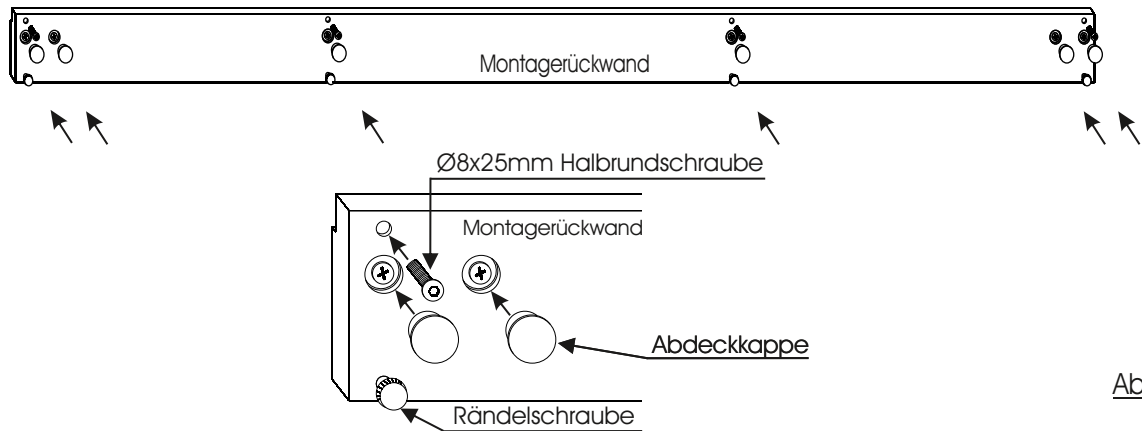
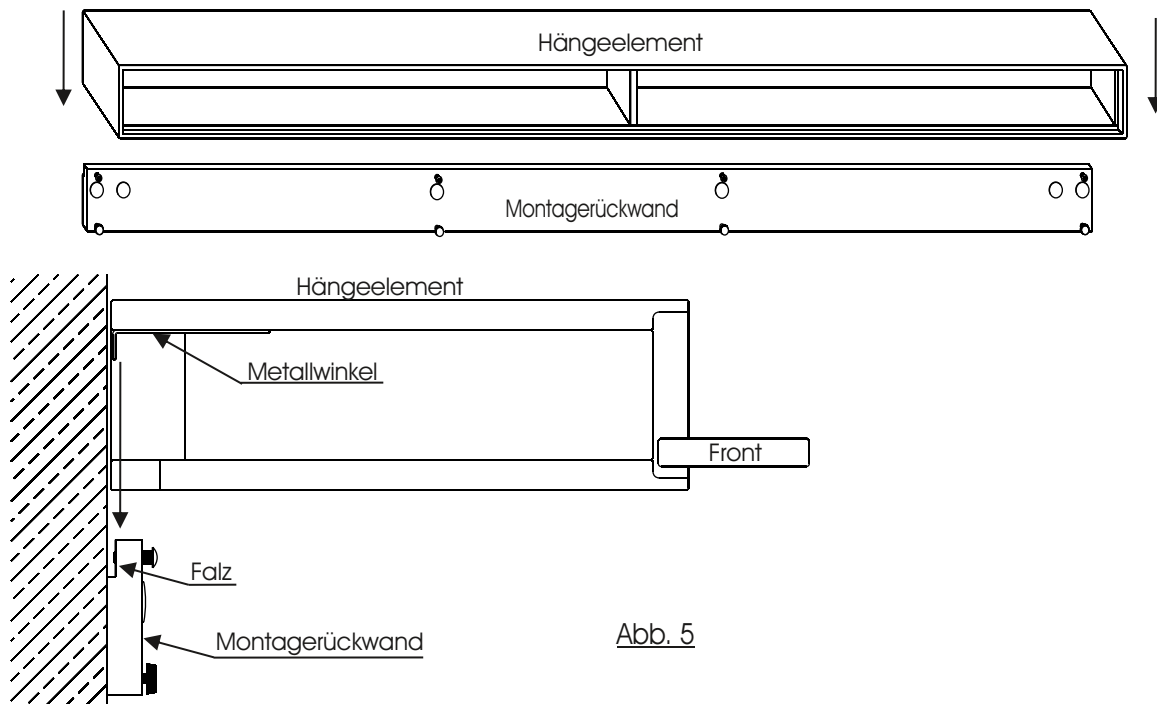

Abb. 4
Abb. 5
4. Richten Sie das Möbel durch drehen der Sockelgleiter aus. Stirnseitig positionierte Gleiter werden von außen mit der Hand gedreht. (Abb. 4) Die innenliegenden Gleiter können von Innen mit einem Sechskantschlüssel ausgerichtet werden. (Abb. 5) Falls die innenliegenden Bohrungen sichtbar sein sollten, werden Sie mit einer Abdeckkappe verschlossen. (Abb. 6)
7. Verschließen Sie die Montagelöcher der Rückwand mit den Abdeckkappen und drehen in die oberen Bohrungen die M8x25mm Halbrundkopfschrauben ein. Die Schrauben dürfen nicht in den Falzbereich hineinreichen. (Abb. 4)
8. Setzen Sie das Element vorsichtig auf die Montagerrückwand. Der Metallwinkel des Oberbodens vom Hängeelement wird hierbei in die Falz der Montagerrückwand hineingeführt. (Abb. 5)